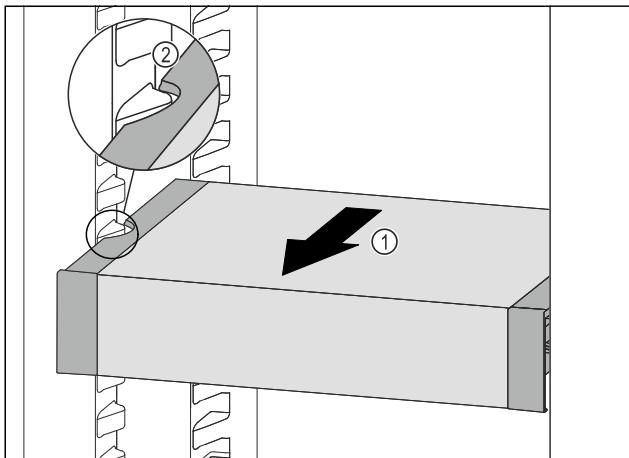

Fig. 118
- Predal VarioSafe povlecite naprej Fig. 118 (1), dokler nista stranska izreza predala VarioSafe na višini nastavka za posodo v hladilniku. Fig. 118 (2)